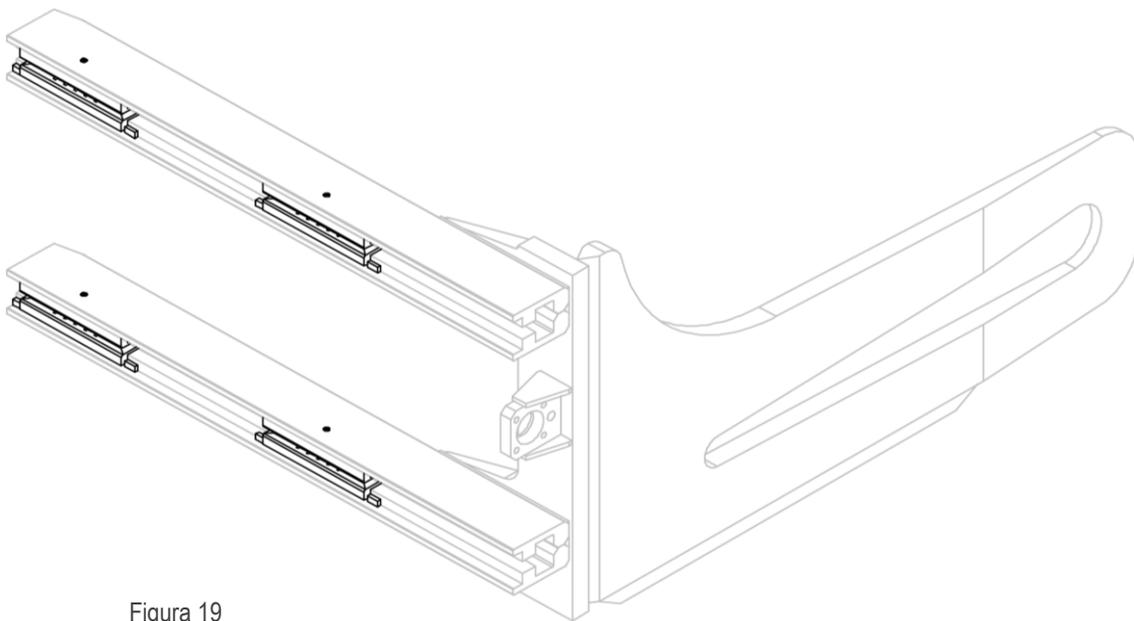
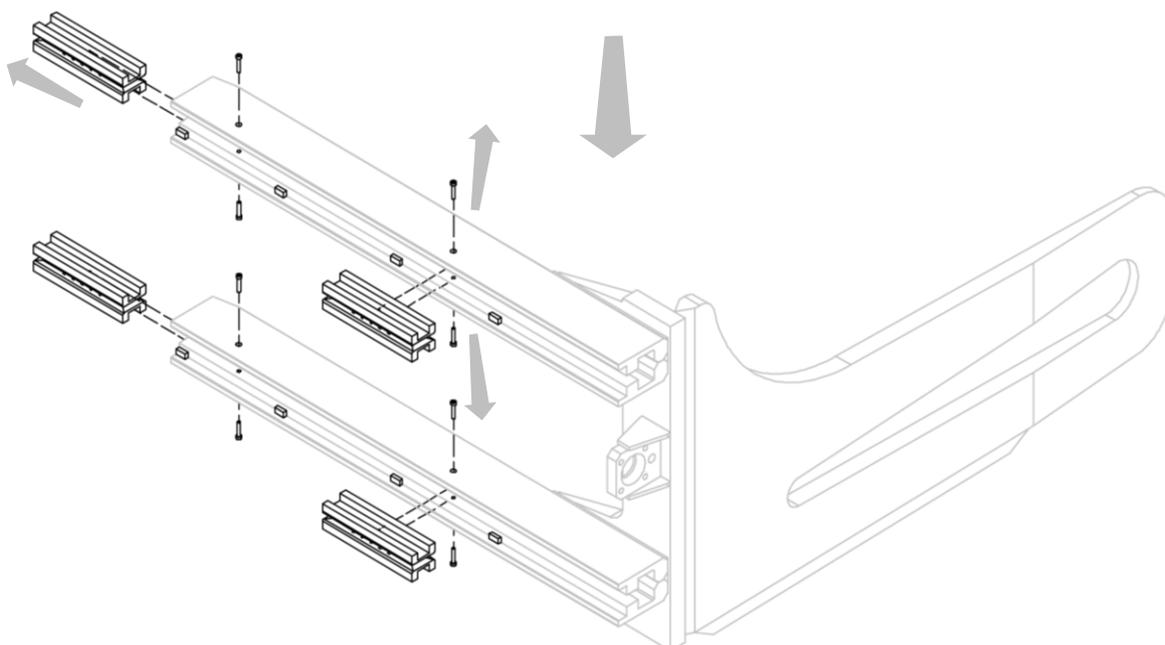

Figura 19
Figura 20
2. Remover las deslizaderas de nailon despues de desenroscar los tornillos (mira *Figura 19* y *Figura 20*).